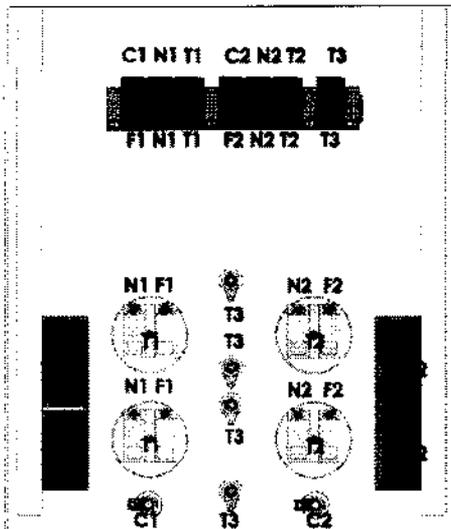

Imagen 6
- El conexionado eléctrico de la columna se realiza según esquema adjunto (Imagen 6 y Tabla 1) y mantiene el criterio de conexión según las normas vigentes y de aplicación para cada país.